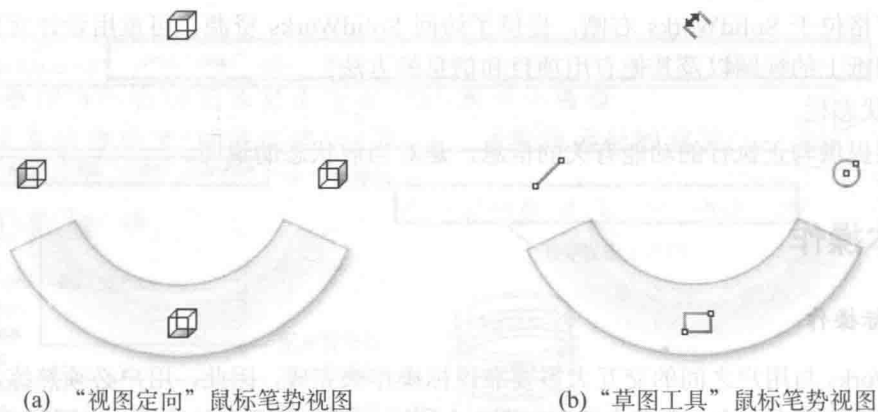

图 1-4 鼠标笔势视图示例
- ◇ 拖动右键：弹出已定义的鼠标笔势视图，方便快速使用命令工具或视图样式等。鼠标笔势的定义方法是单击菜单“工具”→“自定义”，在弹出的“自定义”对话框中单击“鼠标笔势”选项卡，选择需定义的命令，并在对应的模块中单击三角箭头，选择某一笔势方向，单击“确定”按钮，完成鼠标笔势定义。图 1-4 所示为鼠标笔势视图示例。